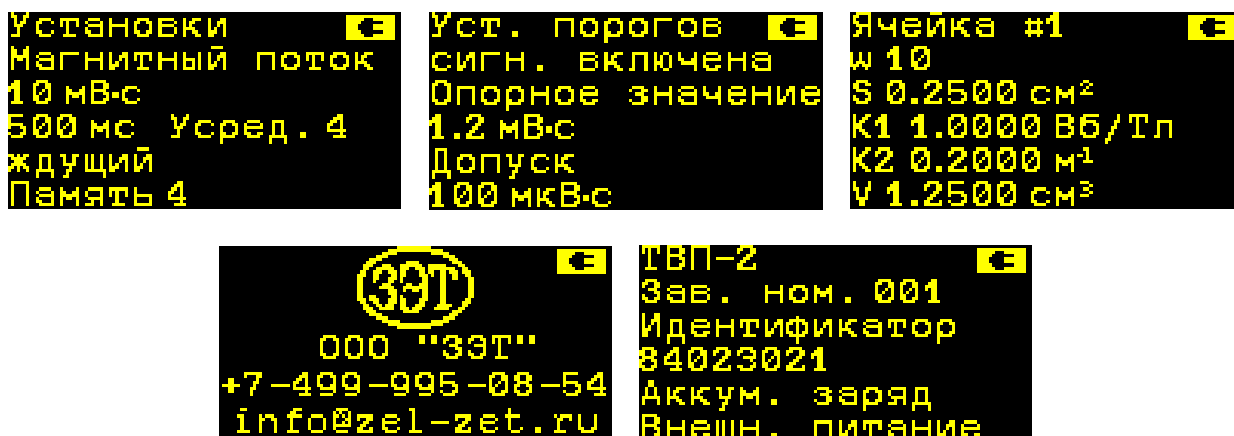

Рисунок 3.21. Информация на дисплее при последовательном нажатии на клавишу
- при последовательном нажатии на эту клавишу на дисплее отображаются: общая информация о веберметре (тип, заводской номер и числовой идентификатор данного экземпляра прибора); уровень заряда аккумулятора (в процентах), его текущее состояние и режим питания веберметра; контактная информация об изготовителе веберметра – ООО «ЗЭТ»; все текущие установки веберметра, включая данные о включенном или выключенном режиме усреднения и количестве измерений, по которым оно проводится (см. рисунок 3.21);